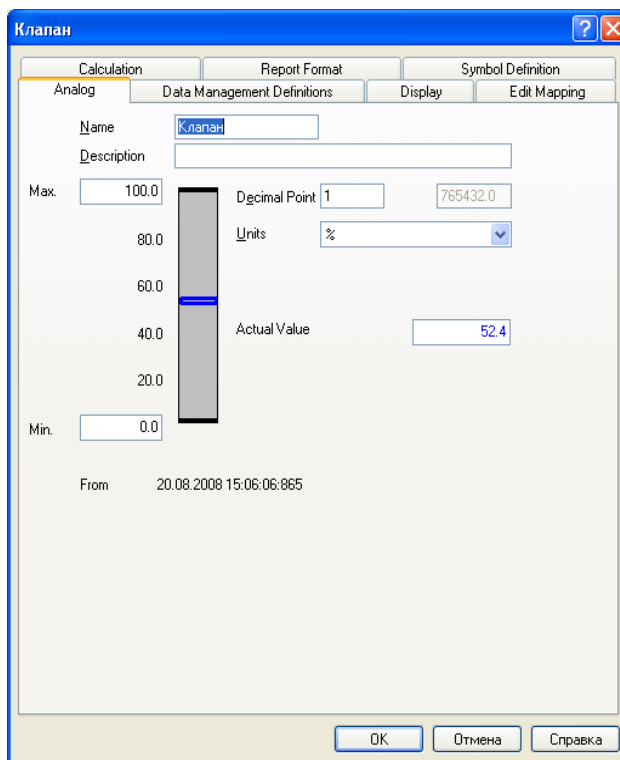

Рис. 9. — Закладка **Analog** объекта Клапан
- 9 Далее создадим аналоговый объект, который будет отображать значение выхода регулятора на привод клапана. Для этого правой кнопкой мыши (ПКМ) нажимаем по диаграмме и выбираем контекстное меню **New->Analog Elements**. В появившемся окне **Object Browser** по дереву выбираем ветку **Analog**, вводим имя переменной Клапан и нажимаем **OK**. В появившемся окне свойств объекта Клапан закладку **Analog** конфигурируем, как показано на рис. 9. На закладке **Data Management Definitions** выставляем интервал опроса (Scan interval) равным 2000 мс.